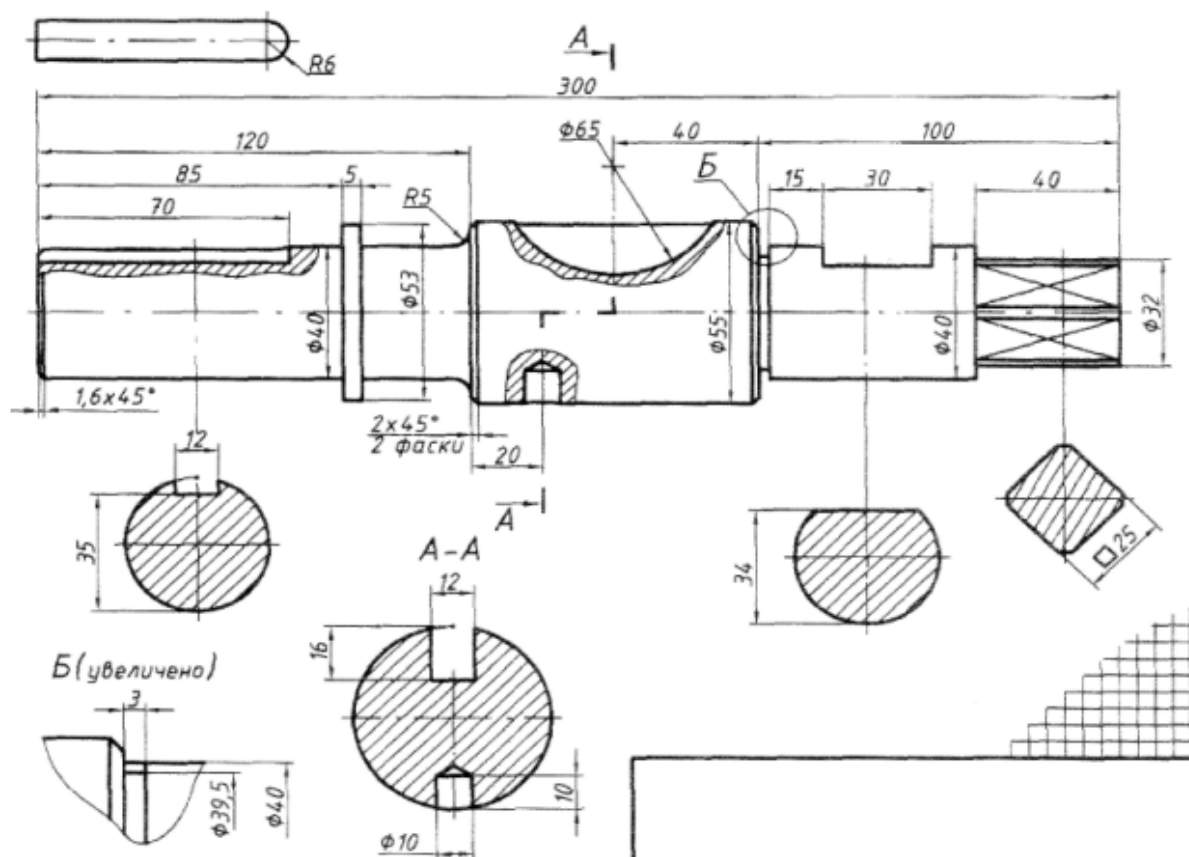

Рисунок 10 - Эскиз вала
1. Так как первая секущая плоскость проходит через некруглый шпоночный паз шириной 12 мм, то контур цилиндрической поверхности на выполненном вынесенном без обозначения сечении по проекционной связи не замыкается (рисунок 10).
2. Так как секущая плоскость А-А проходит снизу через ось поверхности вращения, ограничивающей отверстие или углубление, то контур отверстия или углубления в сечении показывают полностью (рисунок 10, вынесенное с обозначением сечение А-А, глухое отверстие диаметром 10 мм, глубиной 10 мм).